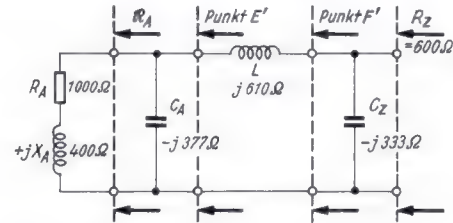
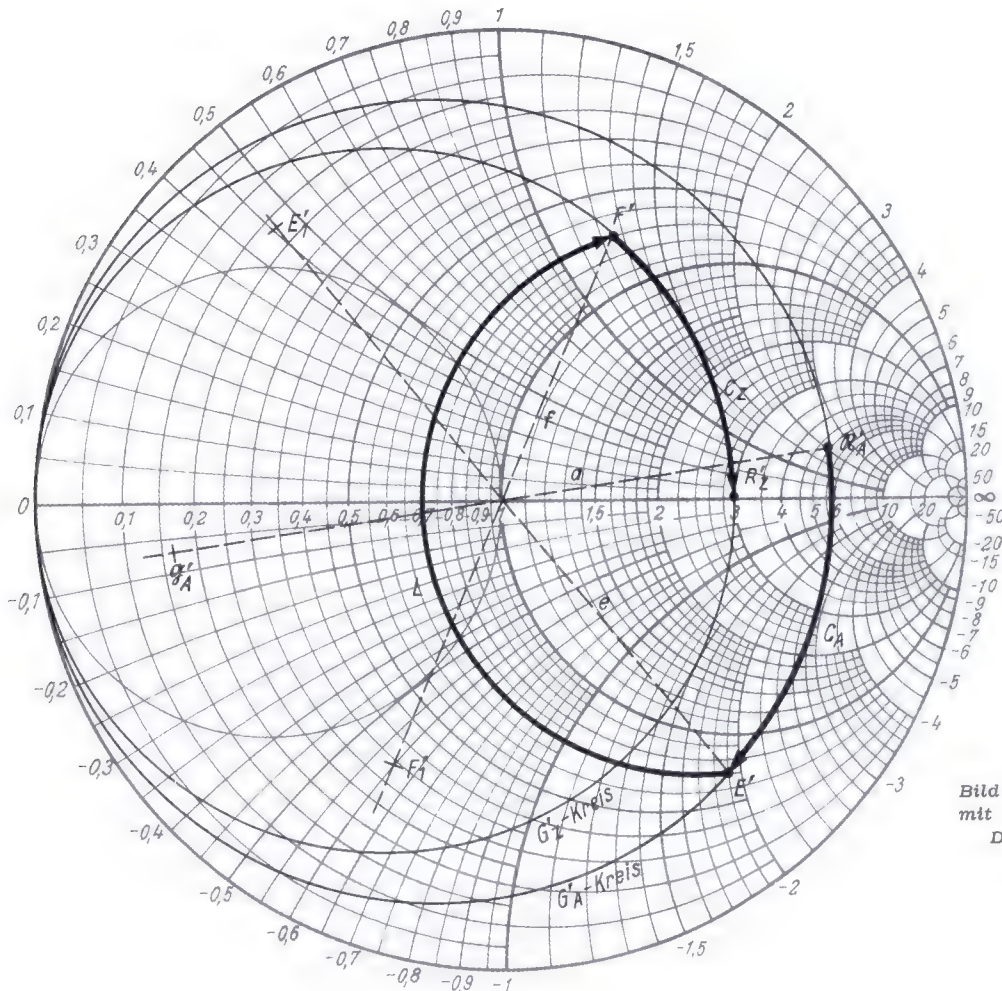

Bild 3. Beispiel für eine Transformation mit Collinsfilter
Bild 4. Eine Transformation mit Collinsfilter im Smith-Diagramm dargestellt
Ein Antennenwiderstand $\mathfrak{R}_A = (1000 + j400) \Omega$ soll auf den (reellen) Wellenwiderstand $R_Z = 600 \Omega$ einer Speiseleitung angepaßt werden, siehe Bild 3.
in das Smith-Diagramm, Bild 4.
3. Da sowohl zu \mathfrak{R}'_A als auch zu R'_Z ein Blindwiderstand parallelgeschaltet wird, sind die zugehörigen Leitwertkreise in das Diagramm einzuzichnen (bezeichnet mit G'_Z und G'_A in Bild 4). Ihre Mittelpunkte liegen auf der reellen Achse und sie gehen beide durch $R = 0; X = 0$.
4. Parallelschalten einer Kapazität C_A zum Antennenwiderstand (Bild 3), d. h. im Diagramm (Bild 4) von \mathfrak{R}'_A aus auf
dem G'_A -Kreis rechtsdrehend nach unten, und zwar so weit, bis ein R-Kreis geschnitten wird, der einen kleineren Zahlenwert aufweist als dem geforderten R'_Z -Wert entspricht, hier < 3 . In Bild 4 wurde der Schnittpunkt mit dem $R = 0,7$ -Kreis gewählt, Punkt E'.
5. Eine Induktivität L in Reihe schalten (Bild 3) bedeutet im Diagramm (Bild 4) rechtsdrehende Bewegung (nach oben) auf dem $R = 0,7$ -Kreis, bis der G'_Z -Kreis getroffen wird, Punkt F' .
6. Jetzt gelangt man zu dem geforderten R'_Z -Wert von 3 durch rechtsdrehendes Fortschreiten (nach unten) auf dem G'_Z -Kreis, das bedeutet wieder ein Parallelschalten einer Kapazität C_Z zu dem durch Punkt F' gekennzeichneten Widerstand (siehe auch Bild 3).
Die Werte der parallel zu schaltenden $|X_C|$ -Werte müssen durch Inversion bestimmt werden. Dazu werden im Diagramm (Bild 4) die Inversionslinien durch F' (Linie f) und E' (Linie e) sowie \mathcal{N}_A (Linie a) gezeichnet, die durch den Kreismittelpunkt (1) gehen.